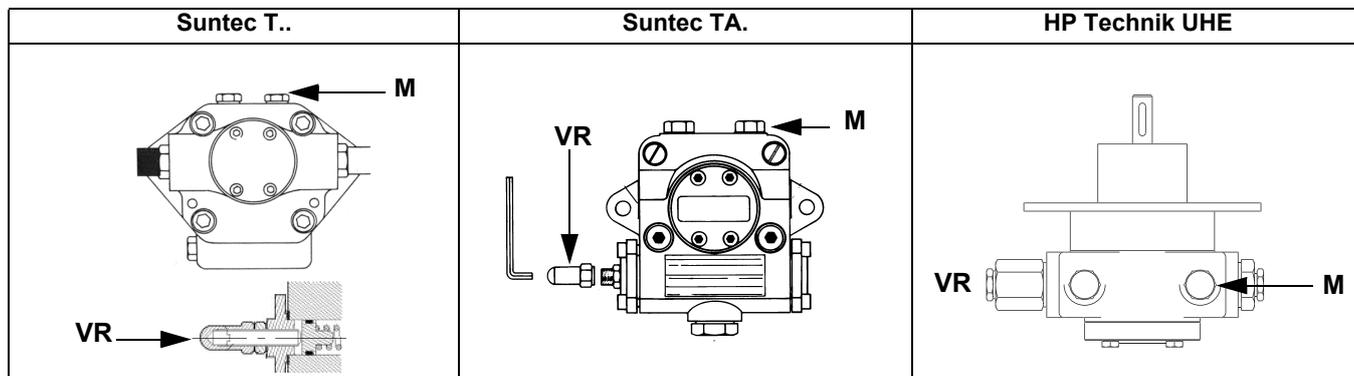
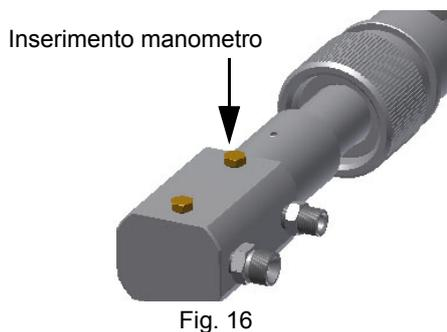

Fig. 15
Fig. 16
- 3 sfiatare l'aria dall'attacco (**M**) manometro della pompa (Fig. 15), allentando leggermente il tappo, senza toglierlo; quindi rilasciare il contattore.
- 5 Solo se necessario, regolare la pressione di alimentazione (vedi relativo paragrafo) nel modo seguente: inserire un manometro nella posizione indicata in Fig. 16 agire sulla vite di regolazione **VR** della pompa (vedi Fig. 15) fino ad ottenere una pressione all'ugello pari a 20 bar (ugelli Monarch o ugelli Bergonzo - vedere grafici a pag. 40);